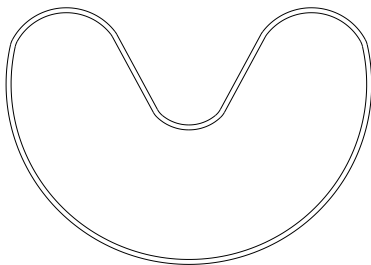

Bild 15: Montage von Dichtungen, Abstreifer etc.
- Setzen Sie die Dichtung (Bauteil 12) und den Stützring (Bauteil 13) in den Arretierbolzen ein. Hierzu kann die Dichtung herzförmig geformt werden (siehe Bild 15).
- Setzen Sie den Führungsring (Bauteil 6), die Stangendichtung (Bauteil 7) und den Abstreifer (Bauteil 8) in den Kolbendeckel ein. Hierzu können die Stangendichtung und der Abstreifer herzförmig geformt werden (siehe Bild 15).